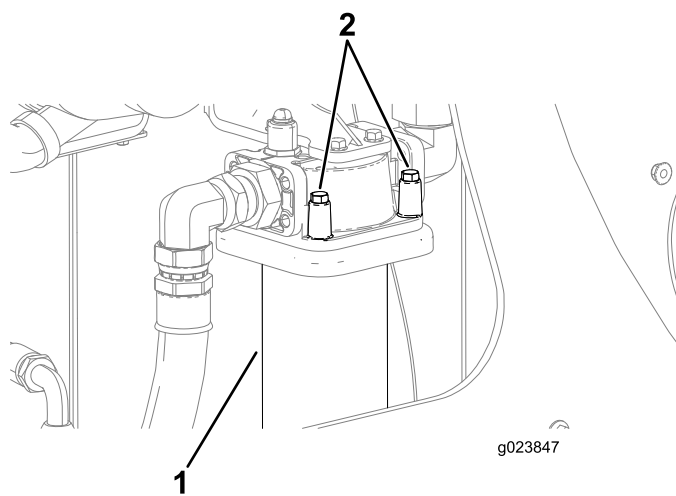

Рисунок 153
3. Поместите сливной поддон или несколько отрезков ткани под фильтр линии нагнетания (Рисунок 153).
4. Держа одну руку под фильтром линии возврата гидросистемы, отверните 4 болта, как показано на Рисунок 153.
7. Совместите новый фильтр линии возврата гидросистемы с местом его посадки и затяните 4 болта (Рисунок 153).